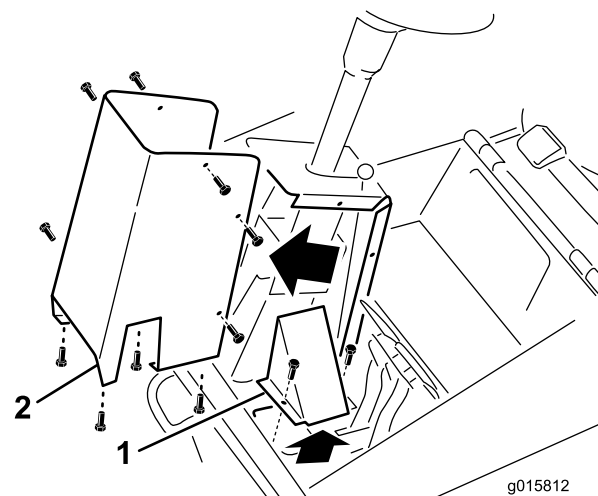

Figure 1
2. Déposez le couvercle de la tour de direction (Figure 1)
1. Déposez le couvercle de conduite hydraulique au bas du couvercle de la tour de direction (Figure 1).